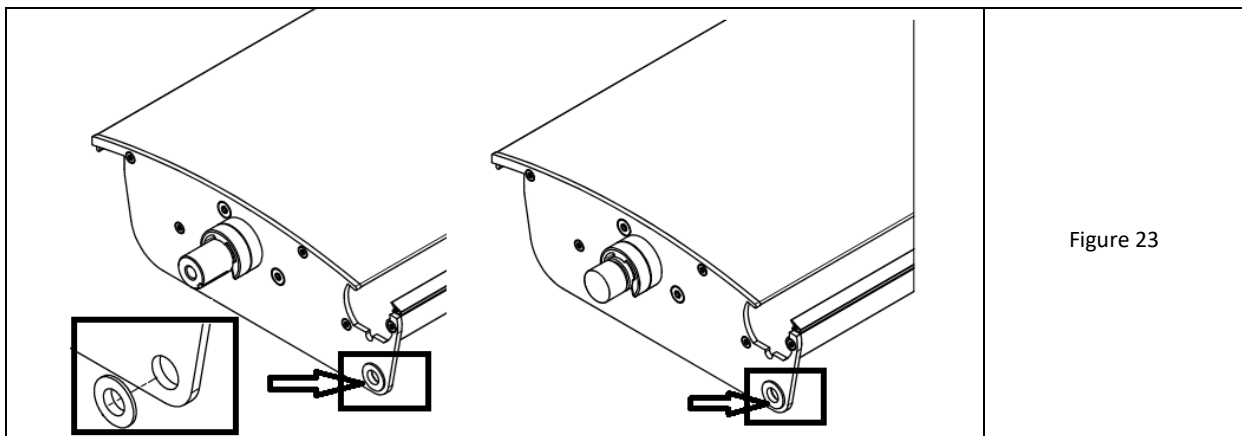

Figure 23
4. Insérer les clips en plastique (Fig.23) sur les trous du coin inférieur des bouchons depuis l'extérieur. Les goupilles de la lame n'ont pas de bagues d'écartement Clip appliquées en usine.